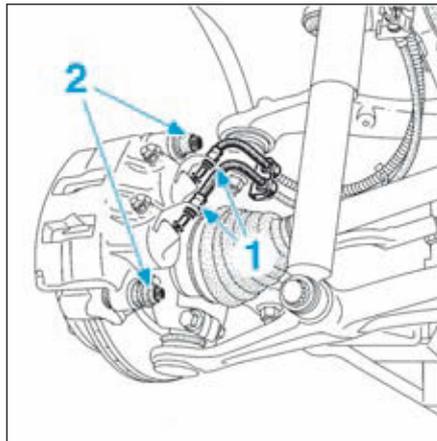

FIG.2
- Desserrer le raccord du flexible de frein (1) (Fig.2).
- Déposer les deux vis de colonnettes (2).